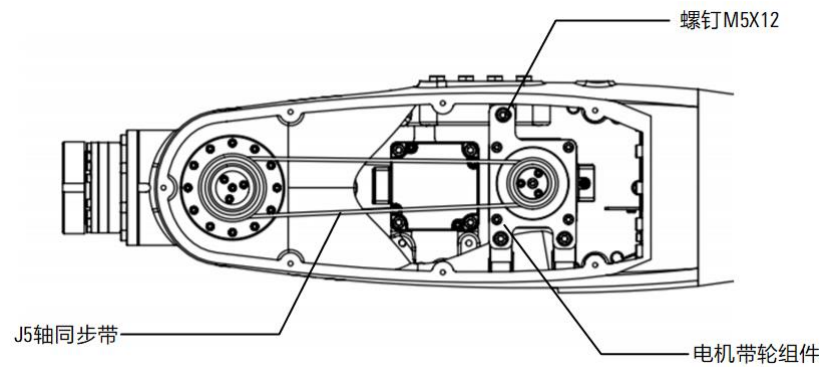

图 12-8 拆卸 J5 轴同步带
- 步骤4. 拆卸电机座 3 颗 M5 螺钉，如图 12-8 所示。